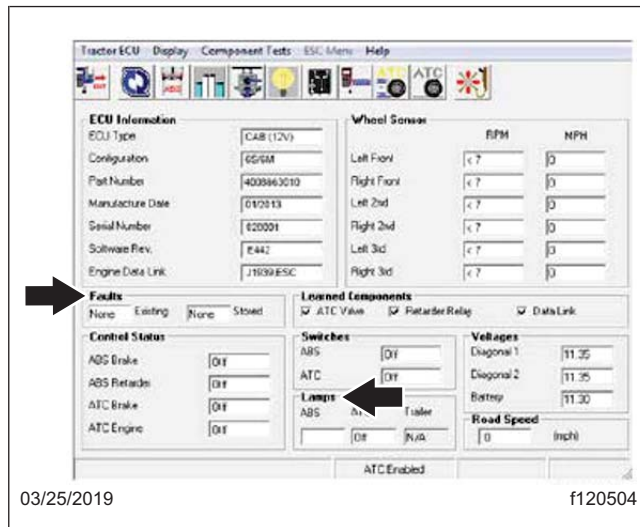
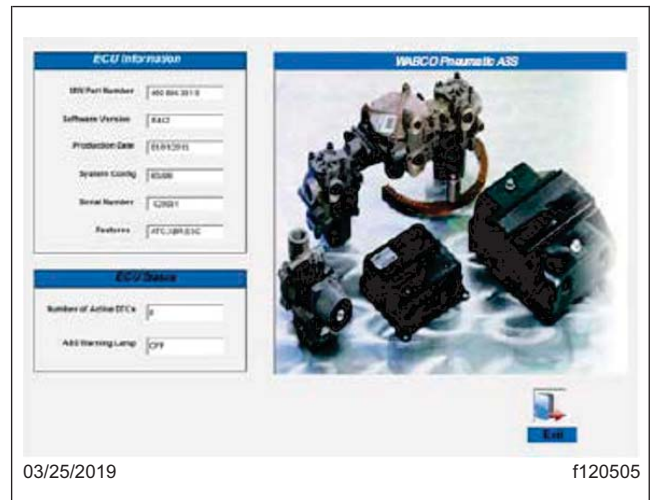

Fig. 14, Vérification de l'absence d'anomalies actives
Fig. 15, Vérification de l'absence d'anomalies actives, écran 2
- Tournez le commutateur d'allumage en position ON (activé). Vérifiez qu'aucune anomalie active ou enregistrée n'est enregistrée dans le module ECU et que les témoins lumineux de l'ABS et de l'ATC/ESC sont éteints. Reportez-vous à la figure 14 et la figure 15.